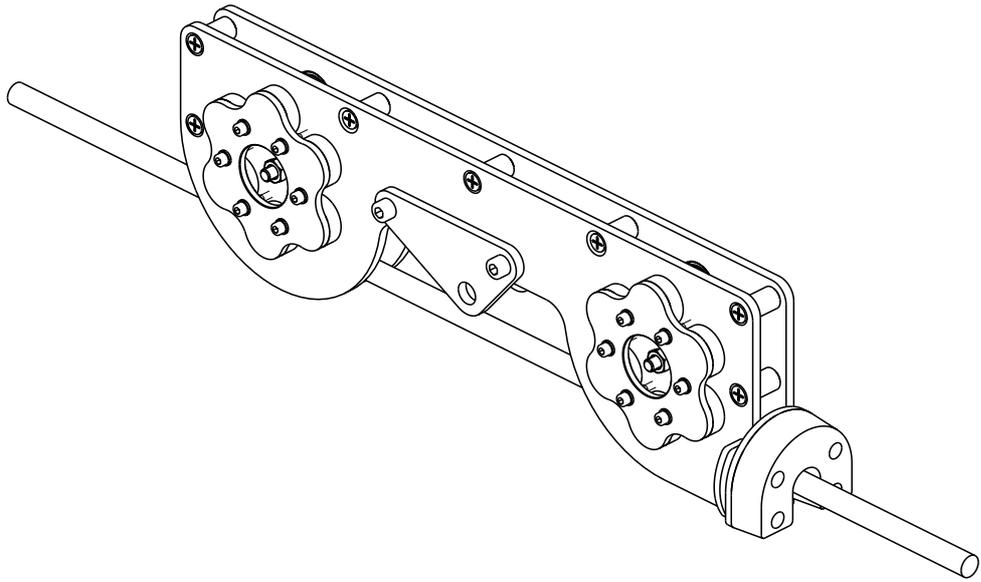

Рис. 6: Установить каретку на трос.
1. Установить каретку на трос - рис. 6;